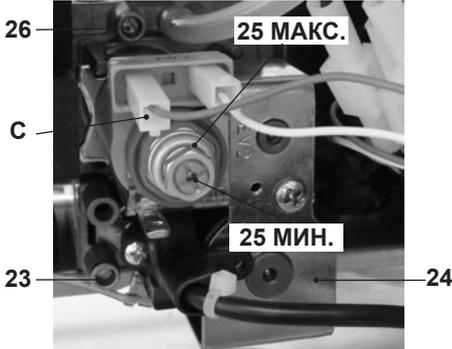

Рис. 7.3
- Выключив котел (приведя его в нерабочее состояние), проверьте давление питания при помощи отвода 23, см. Рис. 7.3, и сравните считанное значение со значениями, приведенными в таблице «Давление газа на подаче» в разделе «Технические данные» на стр. 24.
- Тщательно закройте отвод давления 23, см. Рис. 7.3.
- Откройте отвод для замера давления 26, см. Рис. 7.3 и подсоедините манометр.
стиугольную латунную гайку модулирующего устройства 25 MAX см. Рис. 7.3 (давление увеличивается при повороте по часовой стрелке).
тельно следите за тем, чтобы не прикасаться к металлическим частям котла Рис. 7.3.
- Сравните значение замеренного давления со значениями, указанными в таблицах "Минимальное газовое давление на горелке" Рис. 7.6 и Рис. 7.7. Чтобы откалибровать давление в горелке, открутите пластиковый винт (25 MIN. на Рис. 7.3), удерживая неподвижной большую шестиугольную латунную гайку (25 MAX. на Рис. 7.3) модулирующего устройства (при вращении по часовой стрелке, давление увеличивается).
- Подключите провод питания, см. «С» на Рис. 7.3 модулирующего устройства.
- Тщательно закройте отвод для замера давления 26 на Рис. 7.3.**
- Тщательно закройте отвод для замера давления 26, см. Рис. 7.3.